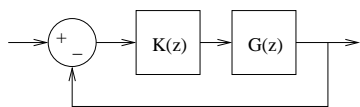

Figure 3: Système régulé
**1.e**  $G(z)$  est-il stabilisable par retour de sortie proportionnel ( $K(z) = k$  dans la figure 3)?
**1.g** Pour ce choix de  $K(z)$  calculer la fonction de transfert de la boucle fermée (figure 3). La boucle fermée est-elle stable?